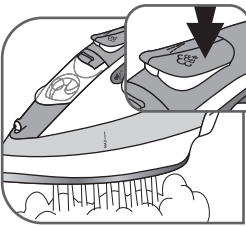

Fig. 12
- Stellen Sie den Thermostatregler für die Funktion TURBO auf "MAX" oder "•••". Drücken Sie von Zeit zu Zeit auf den TURBO-Knopf – fig.12.